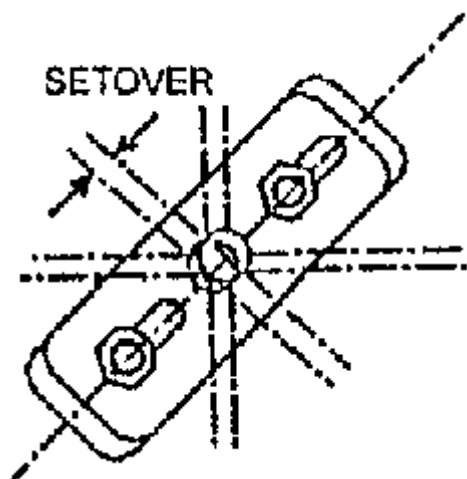

Рисунок 26
2. Вставьте стопорный болт и отрегулируйте верхнюю и нижнюю оси таким образом, чтобы подъемник шара располагался строго в центре, а затем затяните болт. Ось подъемника шара регулируется: поверните металлическую пластинку, расположенную на поддерживающей оси так, чтобы металлическая пластинка располагалась параллельно эксцентриситету. Во время регулировки двигайте подъемник шара по направлению к колесу шара, а не в направлении от колеса шара (рис. 26).